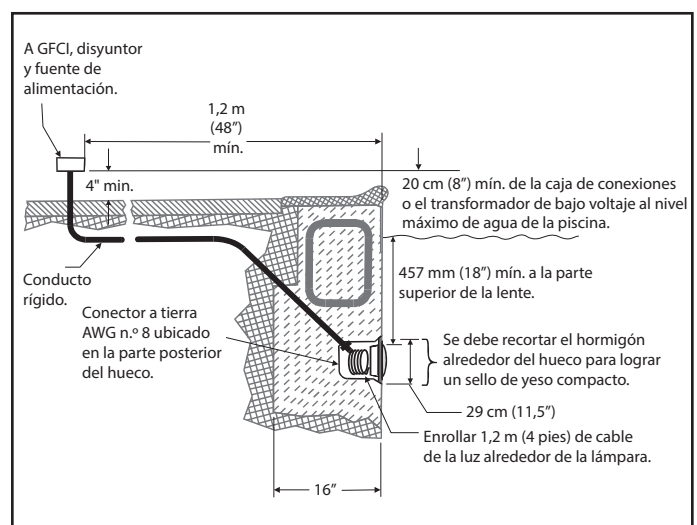

Figura 1. Instalación de luces LED Jandy Pro Series
**NOTA** Un electricista debe completar los pasos preliminares antes de que se instale la lámpara. Consulte la Figura 1. Asegúrese de que la piscina cumpla con los requisitos indicados en el código National Electrical Code® actual y todos los códigos locales de Estados Unidos o el Código de Electricidad en Canadá ("CEC" o C22.1) de Canadá. Un electricista certificado o con licencia debe instalar el sistema eléctrico para satisfacer o superar esos requisitos antes de que se instale la luz sumergible. Algunos de los requisitos en el Código Nacional de Electricidad, que los sistemas eléctricos de la piscina deben cumplir, son:
2. La caja de conexiones (o el transformador de bajo voltaje para los modelos de 12 voltios) debe colocarse al menos 20 cm (8 pulgadas) por encima del nivel del agua, al menos 10 cm (4 pulgadas) por encima del nivel del suelo y al menos a 1,2 m (4 pies) de distancia del borde de la piscina. Consulte la Figura 1.
4. El hueco de humedad debe instalarse correctamente de modo que el borde superior de la lente de la luz sumergible quede al menos 45 cm (18 pulgadas) por debajo de la superficie del agua en la piscina. Consulte la Figura 1.
5. El hueco de humedad debe unirse eléctricamente y conectarse a tierra correctamente mediante el conector a tierra AWG n.º 8 ubicado en la parte posterior del hueco. Consulte la Figura 1.
1. Introduzca cable por el conducto a la caja de conexiones dejando al menos 1,2 m (4 pies) de cable en la lámpara para enrollar en la base del hueco de la luz. Consulte la Figura 1. Con 1,2 m (4 pies) de cable, es posible inspeccionar la luz después de que se llena de agua la piscina.
3. Pele 15 cm (6 pulgadas) de la cubierta exterior del cable para descubrir los tres cables aislados. *Procure no dañar el aislamiento de los tres (3) cables internos.*
4. Instale el aliviador de tensión sobre la cubierta del cable y conecte los tres (3) cables a los cables de circuito correspondientes en la caja de conexiones. Instale la tapa de la caja de conexiones.
2. La caja de conexiones (o el transformador de bajo voltaje para los modelos de 12 voltios) debe colocarse al menos 20 cm (8 pulgadas) por encima del nivel del agua, al menos 10 cm (4 pulgadas) por encima del nivel del suelo o el nivel de la plataforma de la piscina y al menos a 1,2 m (48 pulgadas) de distancia del borde de la piscina o el hidromasaje. Consulte la Figura 1.
5. Deje al menos 1,2 m (4 pies) de cable para enrollarlo alrededor de la lámpara o en la base del hueco de la luz. Consulte la Figura 1. Esto permite inspeccionar la luz después de que se llena de agua la piscina.
7. Pele 15 cm (6 pulgadas) de la cubierta exterior del cable para descubrir los tres cables aislados. *Procure no dañar el aislamiento de los tres (3) cables internos.*